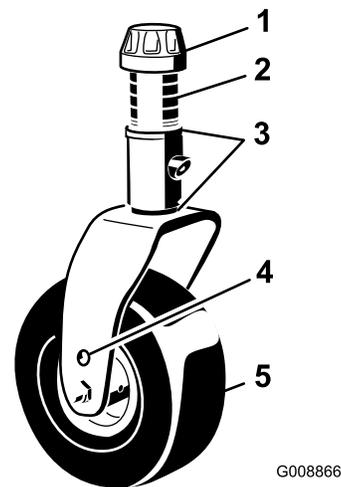

Figure 17
3. Enlevez le chapeau de tension de l'axe de pivot (Figure 17) et sortez l'axe du bras pivotant. Replacez les 2 cales (3 mm) sur l'axe de pivot comme à l'origine. Elles sont requises pour que les plateaux de coupe soient parfaitement de niveau sur toute la largeur. Placez le nombre requis d'entretoises de 13 mm (voir le tableau ci-dessous) sur l'axe de pivot pour obtenir la hauteur de coupe voulue, puis ajoutez la rondelle.